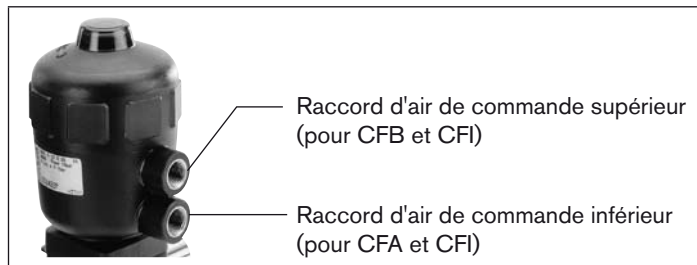

Fig. 5: Raccord d'air de commande
- Appliquez de l'air comprimé sur le raccord d'air de commande (valeur indiquée sur la plaque signalétique) (voir « Fig. 5: Raccord d'air de commande »).
→ Appliquez de l'air comprimé sur le raccord d'air de commande (valeur indiquée sur la plaque signalétique) (voir « Fig. 5: Raccord d'air de commande »)